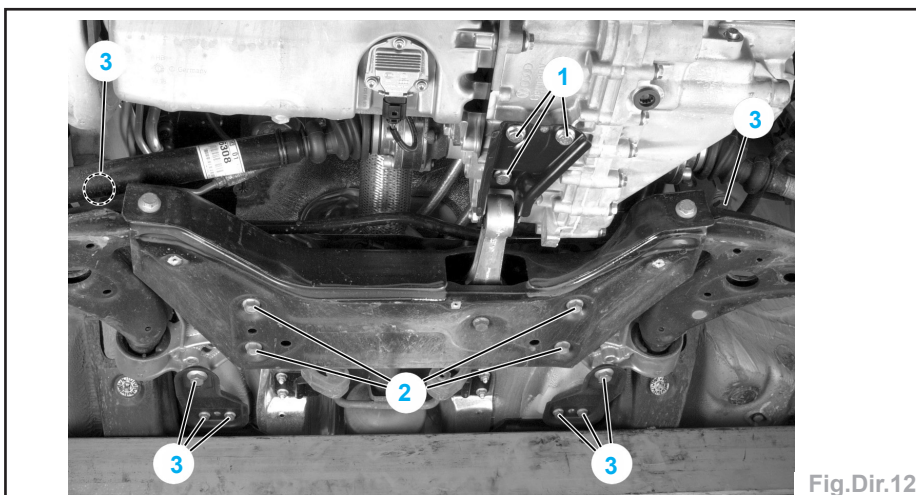

Fig.Dir.12
- les vis de fixation (1) du tirant anti-basculément sur la boîte de vitesses (Fig.Dir.12).
- Déposer les vis de fixation (2) du boîtier de direction.
- Déposer les vis de fixation (3) du berceau et de ses plaques de maintien.